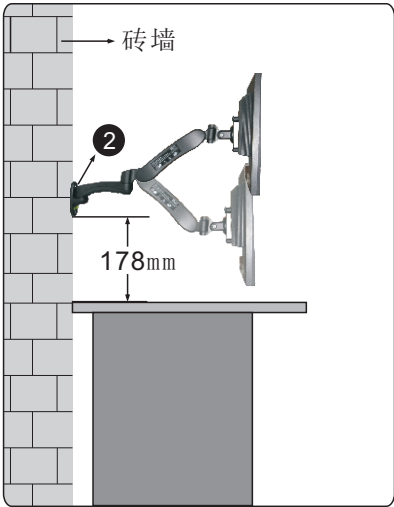

图1-6
- 墙架（2）底部到桌面的距离为178到229mm为宜。（如图1-6、1-7）